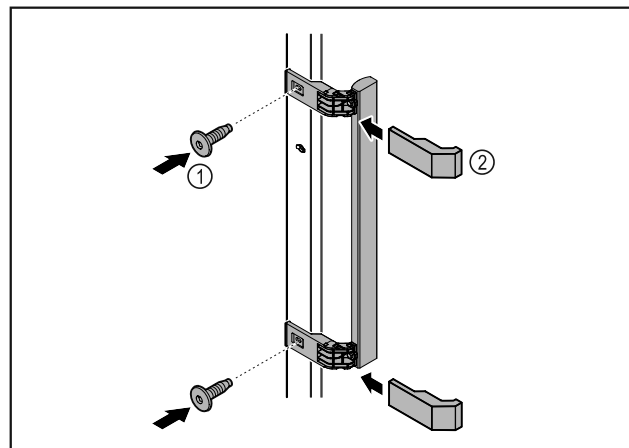

Fig. 7
- ▶ Paigaldage kaaspakist pärit käepide kaasasolevate kruvidega Fig. 7 (1) ukse külge.
- ▶ Pange kate Fig. 7 (2) peale.